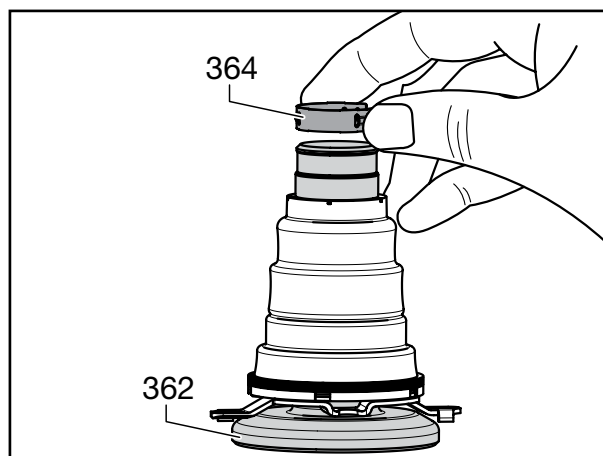

Fig. 5
- [7] Fetta in den nya bälgen (363) lätt med BPW ECO Disc Grease på tätningssätet (pil) och använd monteringsverktyget (BPW-nr: 02.0130.45.10) för att fästa den på tryckstycket (362). Kontrollera att bälgen är korrekt placerad och se även fig. 5.